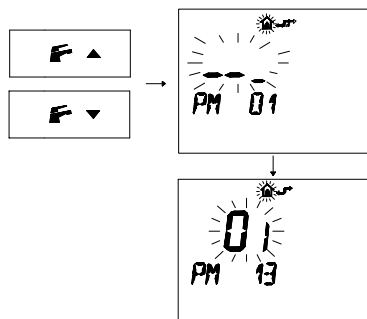

Figura 5.49
- Premere i pulsanti **F**▼ e **F**▲ per visualizzare la programmazione "PM13" modo pompa (Figura 5.49).